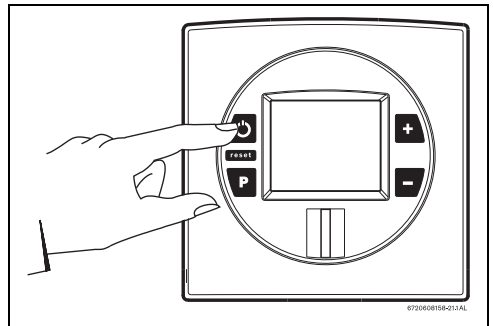

Fig. 13 Conectar / Desconectar el aparato
- ▶ Pulse el interruptor principal ON/OFF (Fig.13).
- ▶ Pulse nuevamente el interruptor principal ON/OFF (Fig.13).
Al colocar el interruptor principal en posición de funcionamiento (fig. 13), el aparato está listo para funcionar.